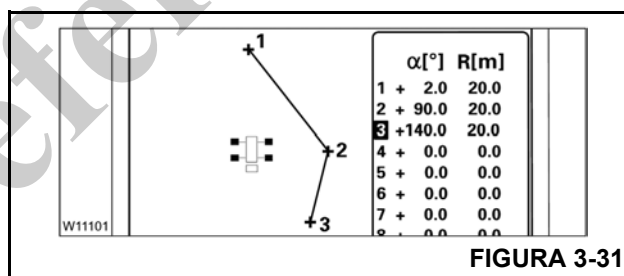

FIGURA 3-31
4. Insira o próximo ponto (2) (Figura 3-31) da mesma forma, por exemplo, +90° e 20 m.
5. O ponto (2) é conectado com o ponto (1). Um objeto foi inserido.